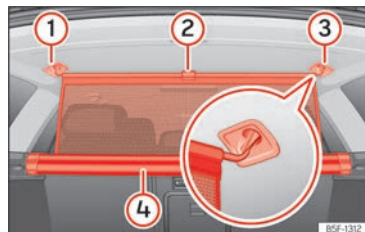

Abb. 190 Im Gepäckraum: Trennwandnetz einhängen.
- Ziehen Sie die Lasche »» (Abb. 190) ② nach oben, um das Netz aus dem Gehäuse ④ zu nehmen.
- Hängen Sie das Trennnetz an der rechten oder linken Seite ③ (vergrößerte Darstellung) ein.
- Hängen Sie das Trennnetz an der Aufnahme der anderen Seite ① ein, indem Sie an der Stange ziehen.